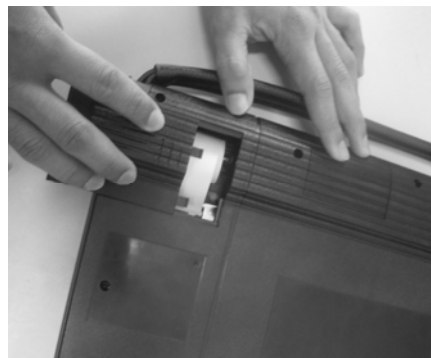

Abb. 1-05e
Mini-Drucker verwendet wärmeempfindliches Papier mit einer Größe von  $\Phi 30 \times 57 \text{ mm}$  (Innenloch:  $\Phi 7 \text{ mm}$ ). Siehe Abb. 1-05a bis Abb. 1-05e für die Installation des Papiers
5. Drücken Sie die Stange herunter, bauen Sie das Seitenblech ein und dann bringen Sie den Deckel der Papierkassette an. Siehe Abb. 1-05e.